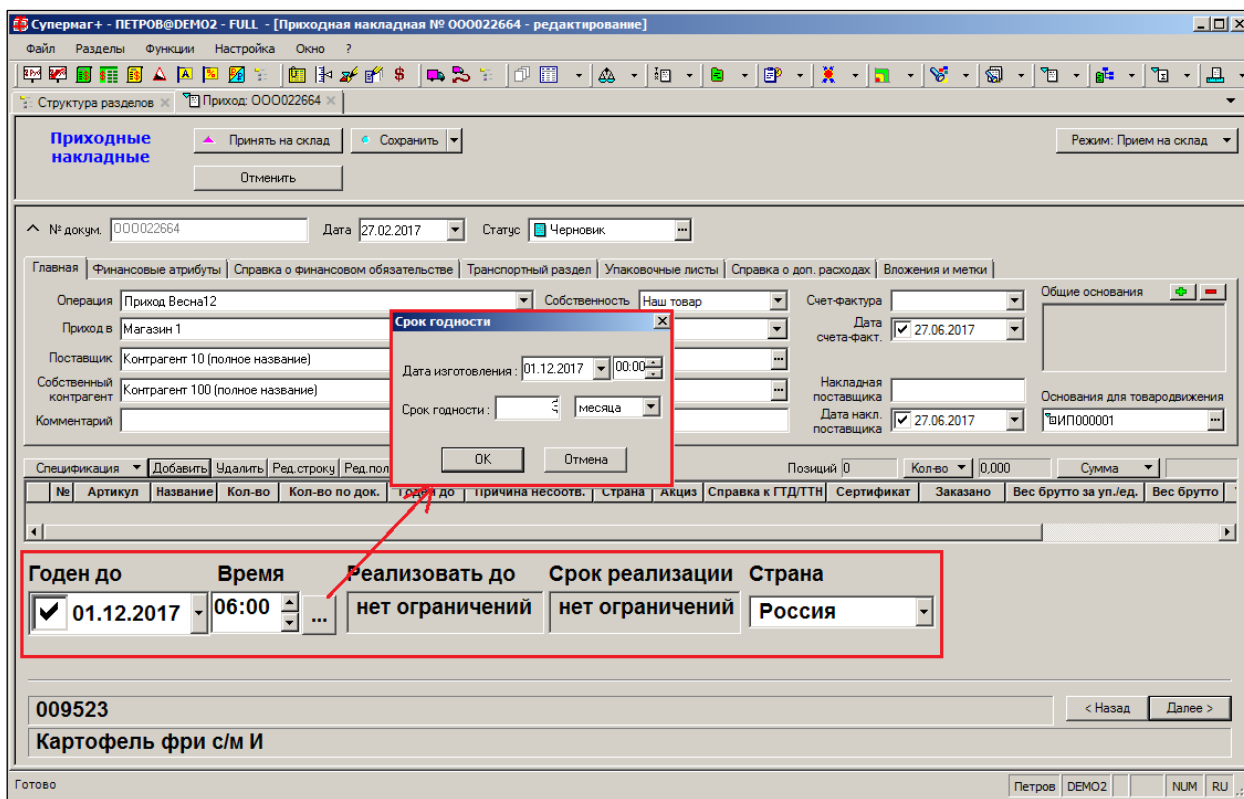

Рисунок 55 – Установка срока годности
4. Проставить дату изготовления, срок годности в размерности из списка *год /месяц /день / час* (Рисунок 55):